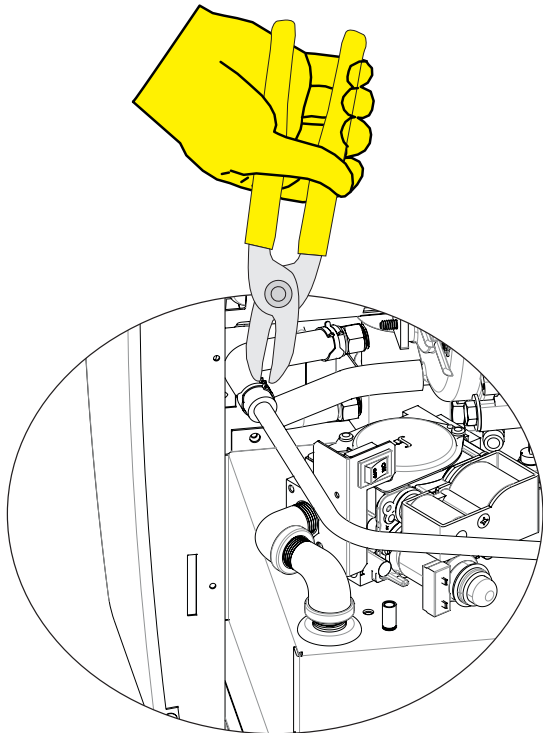

Figure 10
13. Insérez l'extrémité en forme de «L» du tube de condensat dans le tuyau de condensat noir fixé au piège à condensat. Utilisez la pince pour déplacer le collier de serrage sur la partie du tuyau de condensat qui se trouve au-dessus du tube de condensat. **Voir Figure 10.**